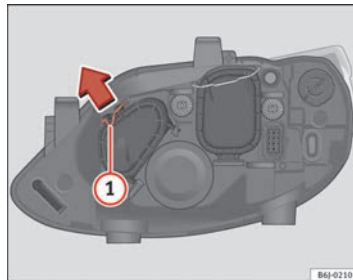

Abb. 148 Standlicht
- Verschieben Sie die Strebe ① in Pfeilrichtung und nehmen Sie den Deckel ab ⇒ Abb. 148.